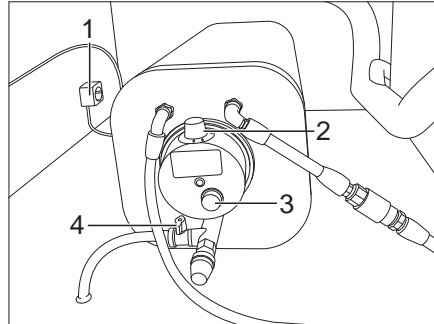

Bild 181 Boiler
- Rotes Entleerungsventil (Bild 181,4) schließen.
- Boiler an der 230-V-Steckdose (Bild 181,1) einstecken.
- Boiler einschalten (Bild 181,2).
Die rote Kontroll-Leuchte (Bild 181,3) am Boiler leuchtet.
- Thermostat (Bild 181,2) laut Herstellerangaben einstellen.
- Rotes Entleerungsventil (Bild 181,4) öffnen.